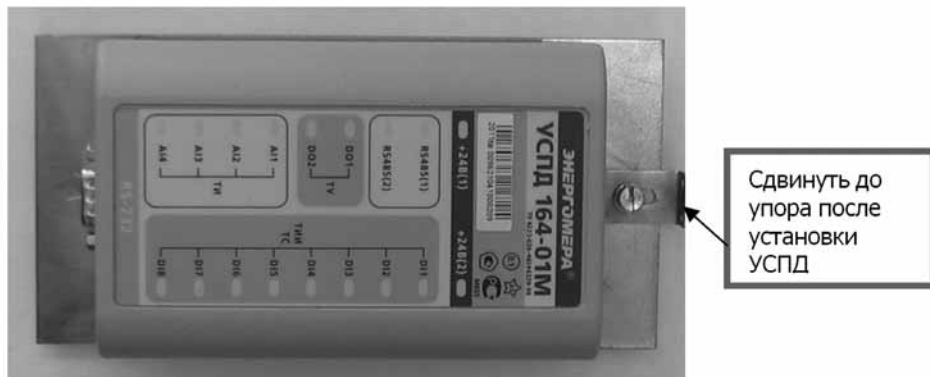

Рисунок 2 УСПД, установленное на колодку
6.3.6 Установить УСПД на колодку и зафиксировать его, сдвинув планку колодки влево (см. рисунок 2).